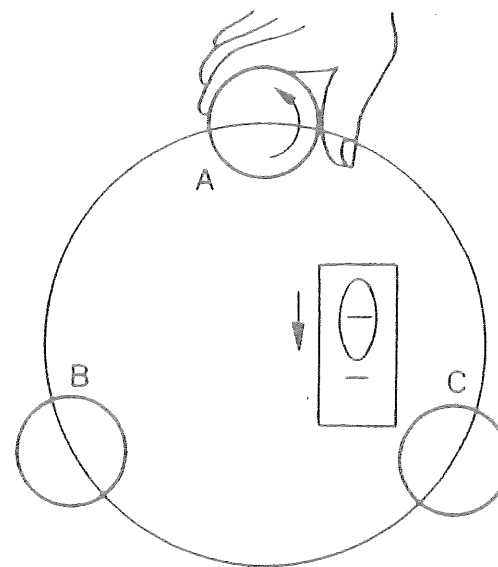

図17-2
- ③上盤を90°回転させ、整準ねじAを用いて気泡を中心に導きます。(図17-2)
- ④前記①～③を繰り返します。